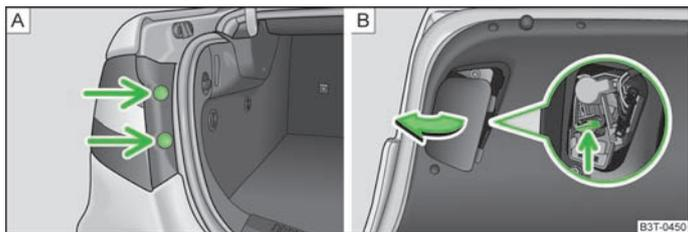

Fig. 192 Desmontagem da parte exterior da luz traseira / desmontagem da parte interior da luz traseira
- Retire os bujões » Fig. 192 - **A** e desaperte a luz traseira com uma chave Torx » **Página 211, Ferramentas de bordo.**
- Enrosque a luz traseira e encaixe os bujões » Fig. 192 - **A**.
- Retire a tampa da luz traseira do lado interior da tampa da bagageira » Fig. 192 - **B**.
- Pressione o entalhe » Fig. 192 - **B** e retire o suporte da lâmpada do alojamento da luz traseira.